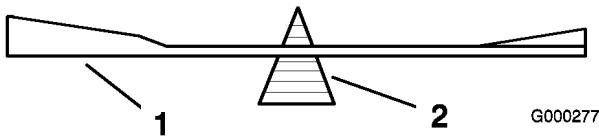
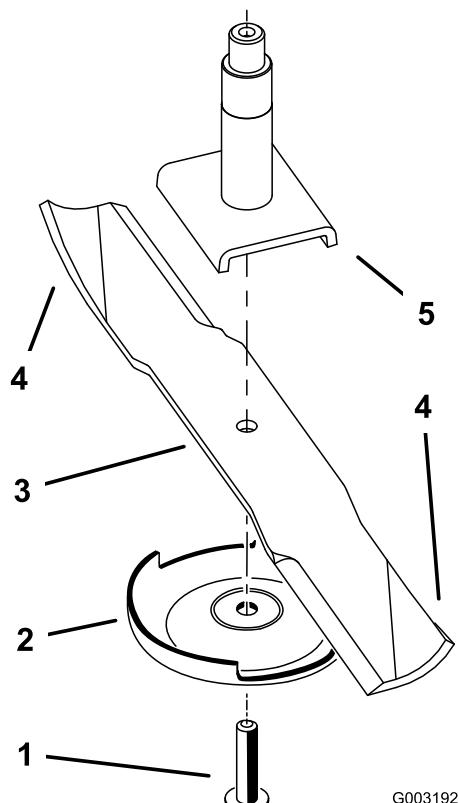

Figure 78
Figure 79
2. Retirez le boulon, la rondelle élastique et la lame de l'axe (Figure 79).
2. Vérifiez l'équilibre de la lame en la plaçant sur un équilibrEUR (Figure 78). Si la lame reste horizontale, elle est équilibrée et peut être utilisée. Si la lame est déséquilibrée, limez un peu l'extrémité de la partie incurvée seulement (Figure 79). Répétez la procédure jusqu'à ce que la lame soit équilibrée.
- Placez la lame sur l'axe (Figure 79).
- Installez la rondelle élastique et le boulon de la lame. Le cône de la rondelle élastique doit être dirigé vers la tête du boulon (Figure 79). Serrez le boulon à 115-150 Nm.